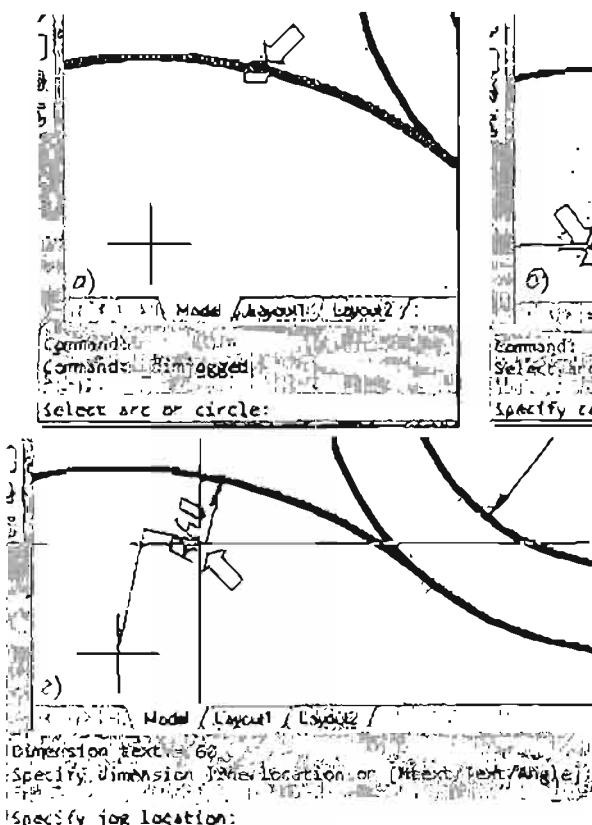

Рис. 5.55. Нанесение размера с изломом
- 4) укажите точку на дуге, к которой будет приставлен размер (рис. 5.55, а);
- 5) задайте новое расположение центра (рис. 5.55, б);
- 6) задайте расположение размерной линии (рис. 5.55, в);
- 7) укажите положение излома (рис. 5.55, г).
На рис. 5.55 д, размер с изломом приставлен.